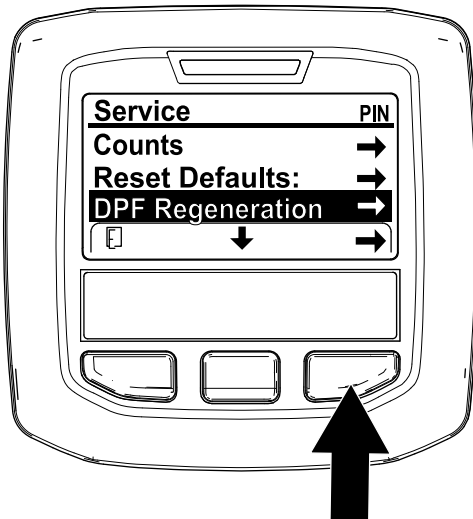

Figura 69
1. Accesați meniul Service și apăsați butonul central pentru a derula în jos la opțiunea DPF REGENERATION (REGENERARE DPF) (Figura 69).
2. Apăsați butonul din dreapta pentru a selecta accesarea Regenerării DPF (Figura 69).